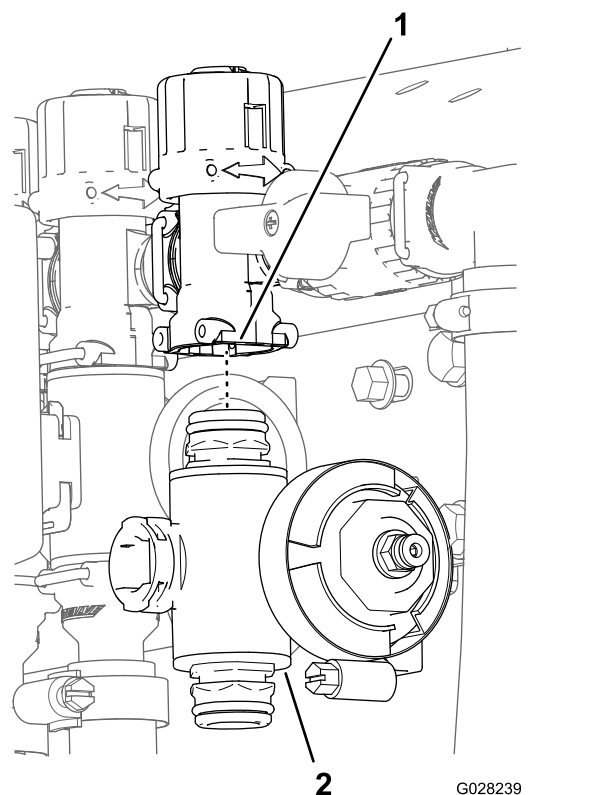

Figura 75
3. Pentru supapele de seciune stânga sau dreapta, îndepărtați uruburile cu guler și contrapiuliile cu guler care fixează supapa (supapele) de seciune pe elementul de montare a supapei și îndepărtați colectorul (colectoarele) supapei din mână; pentru supapa seciunii centrale, îndepărtați colectorul supapei de seciune din mână (Figura 75).